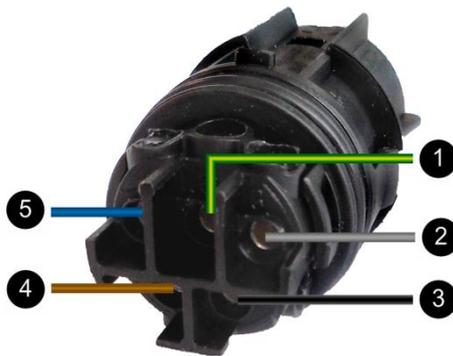

Abbildung 13: Belegung AC-Stecker (Anschlussseite)
- Die Adern gemäß Abbildung 13: Belegung AC-Stecker (Anschlussseite) in die Schraubanschlüsse im Kontakteinsatz einführen und festschrauben.